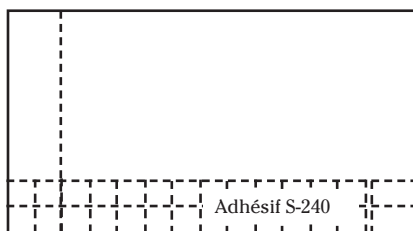

Fig. 5
3. Appliquez l'adhésif époxyde S-240 en bandes de 61 à 91 cm (2 à 3 pi) (fig. 5), en faisant attention de ne pas couvrir les lignes tracées à la craie. N'appliquez pas plus d'adhésif que vous pourrez couvrir en 20 minutes. Aplanissez immédiatement l'adhésif époxyde S-240 avec le rouleau à peinture fourni. En laissant un temps ouvert de 10 minutes et en ajustant les carreaux de bordure de façon serrée, les déplacements de carreaux et le débordement d'adhésif pendant la pose seront minimisés. **NE laissez PAS** l'adhésif sécher complètement.